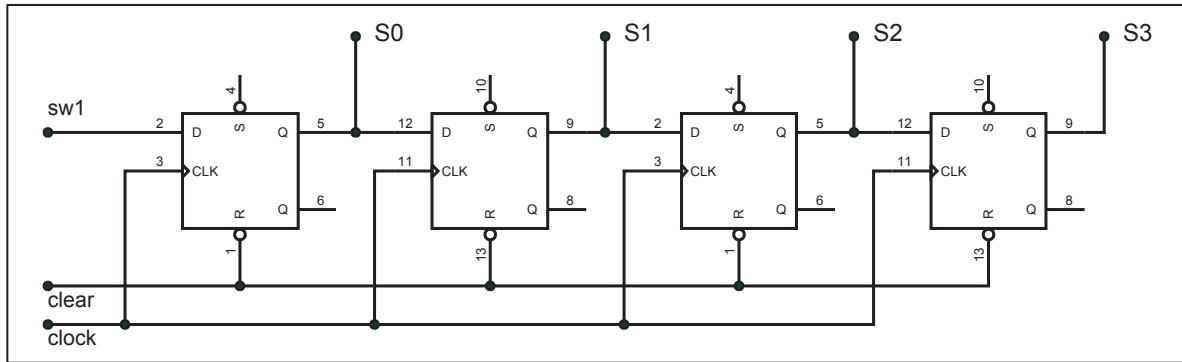

Figura 12: Registro de desplazamiento.
4) En este apartado y siguientes se analizarán circuitos registro de desplazamiento y algunas de sus múltiples aplicaciones. El circuito de la figura 12 es un registro de desplazamiento con entrada serie (sw1) y salida paralelo (S0, S1, S2 y S3).